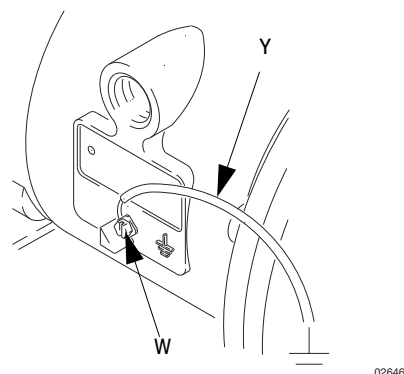

FIG. 1
- **Pompa:** Collegare un filo di terra e un morsetto come illustrato nella fig. 1. Allentare la vite di terra (W). Inserire un'estremità di un filo di terra (Y) di minimo 12 ga (1,5 mm²) dietro la vite di terra e serrare la vite saldamente. Collegare l'estremità del morsetto del filo di terra a una terra efficace. Ordinare il codice 238909 - filo di messa a terra e pinza.